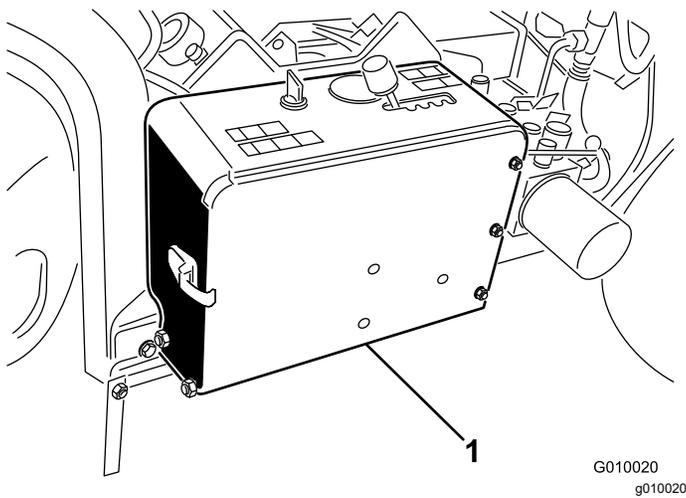

Bild 51
1. Entriegeln und öffnen Sie die Abdeckung des Batteriefachs (Bild 51).